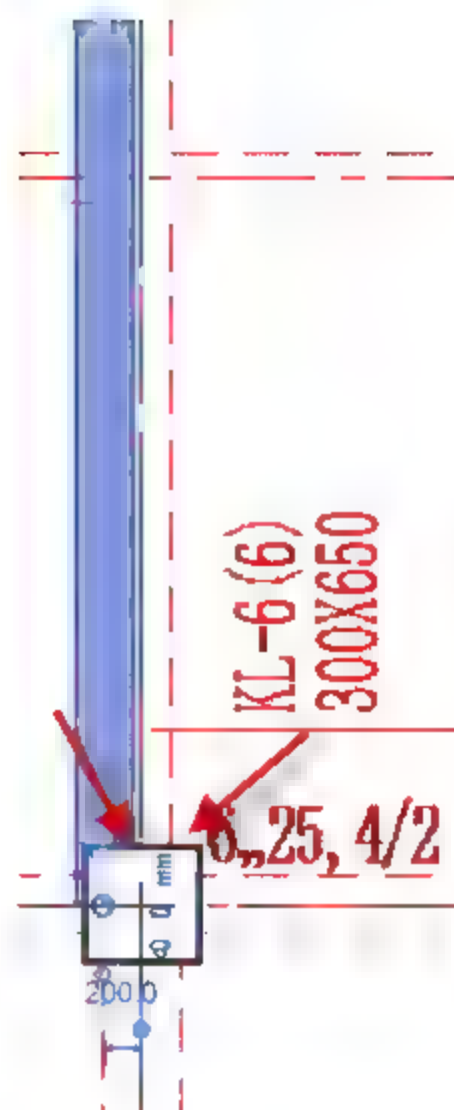

图 4.2.44 调整矩形梁的位置
(19) 调整矩形梁 KL-6 的位置, 选中矩形梁 KL-6, 按快捷键 M+V, 移动矩形梁的位置, 使其与梁线对齐, 如图 4.2.44 所示。